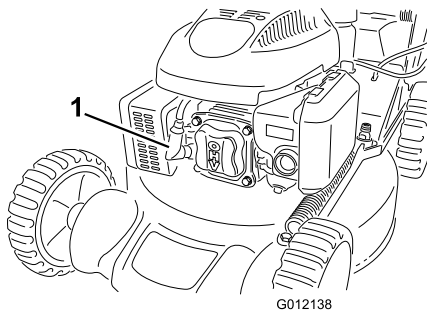

Bild 20
2. Ziehen Sie das Zündkabel von der Zündkerze (Bild 20) ab, bevor Sie Wartungsarbeiten ausführen.
2. Klemmen Sie das Zündkabel von der Zündkerze ab (Bild 20).